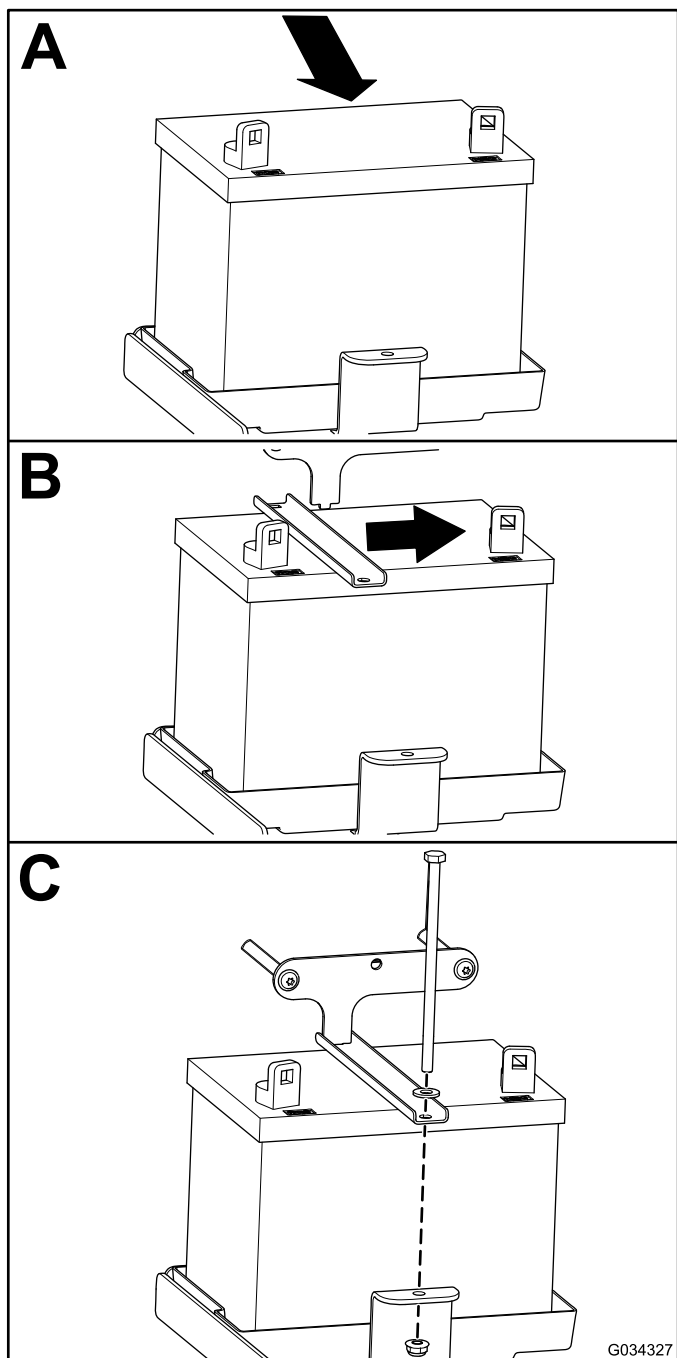

Figura 46
1. Instale la batería, como se muestra en la Figura 46.